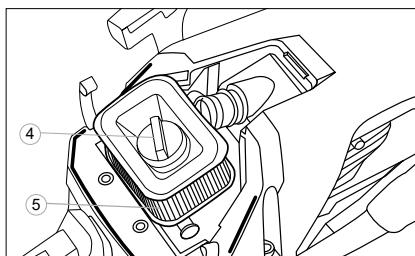

Fig. 25
2. Desenroscar la tuerca 4 (fig. 25) y extraiga el filtro 5.